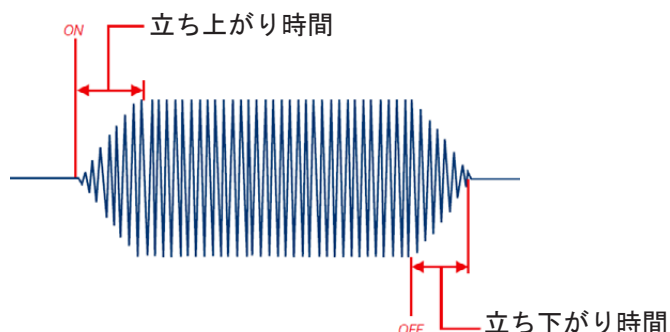

図5 立ち上がりと立ち下がり
- 1. テーパー設定：正弦波の振幅を加振器に加える際に、上がりと下がり際にテーパーをかけることができる機能です（図.5 参照）。時間を、s（秒）の単位で設定します。ここでは、立ち上がり時間が 500ms、立ち下がり時間が 10ms としています。